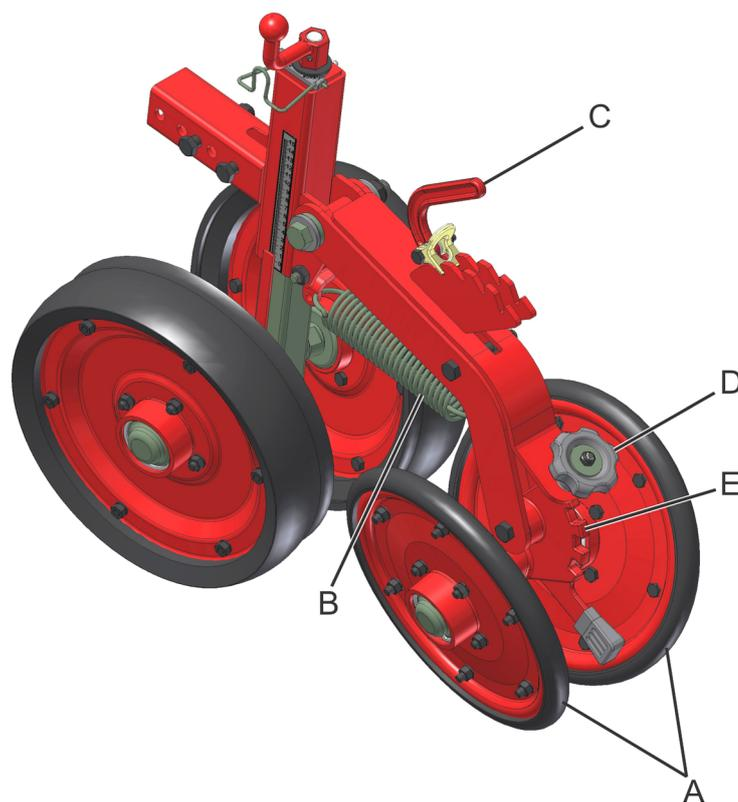

fig. 28
As bandas compactadoras em "V" (A) (fig. 28), realizam a pressão do solo lateralmente na semente e trabalham com várias opções de regulagens como pressão e ângulo de abertura das mesmas.
Certifique-se de que a alavanca (C) (fig. 28) e o regulador (E) estão na mesma posição em todas as linhas de plantio.